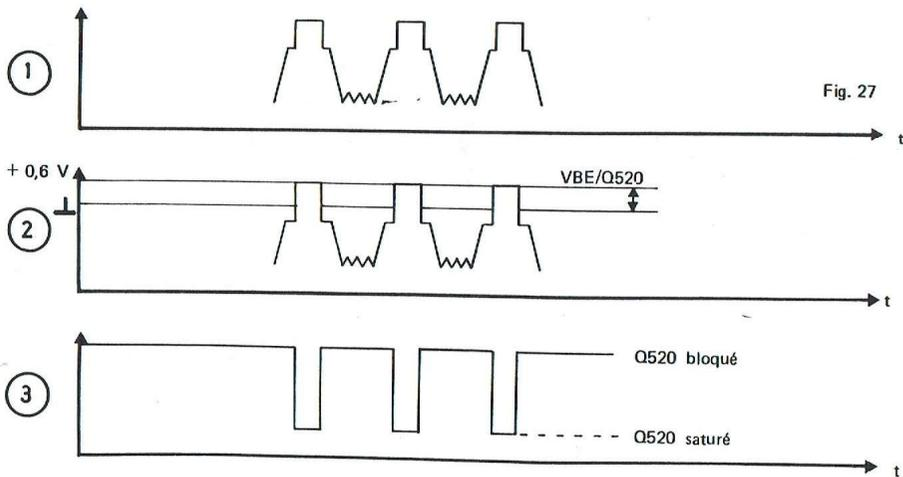

Fig. 27
- Lorsque Q520 est saturé, C550 se décharge à travers R595, CR508 est bloqué : les tops lignes (voir Fig. 27) sont prélevés avant CR508.
- Lorsque Q520 est bloqué, C550 se charge à travers R594 et CR508 conduit : les tops images (voir Fig. 27) sont prélevés après CR508.